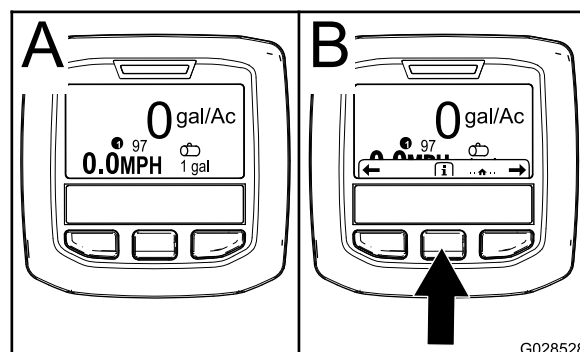

Рисунок 18
- Приблизительно через 15 секунд появится главный экран; нажмите среднюю кнопку выбора, чтобы вывести информацию (Рисунок 18).